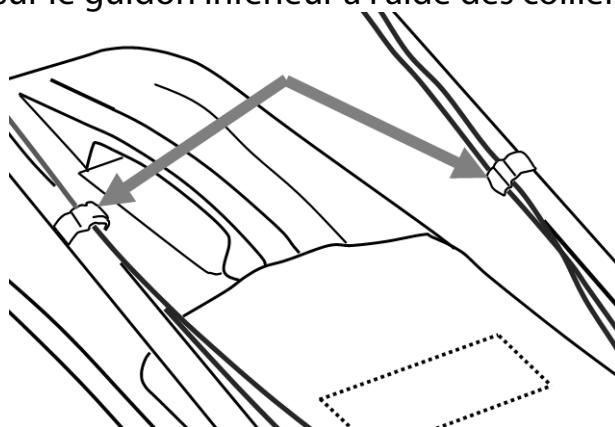

Fig.3
- ◆ Fixez les câbles sur le guidon inférieur à l'aide des colliers (Fig.3).